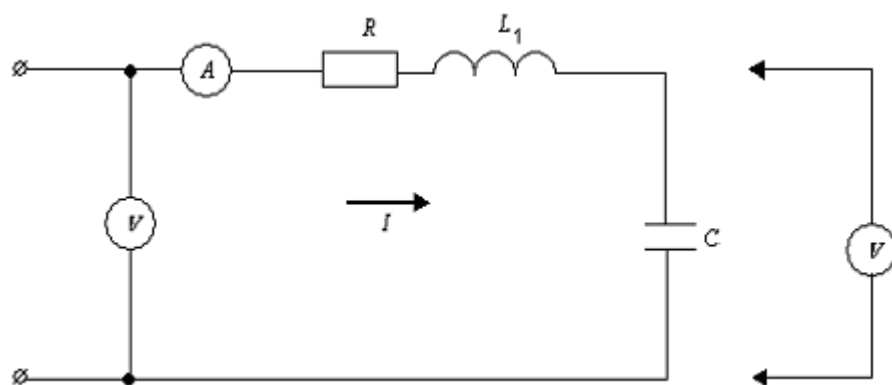

Рисунок 3.1
- 1) Записать закон Ома в комплексной форме и для действующих значений неразветвленной цепи R, L, C (рисунок 3.1).
3.2.1 Собрать цепь по схеме (рисунок 3.1). Установить напряжение на входе в пределах от 5 до 15 В, частоту источника f порядка 1000 Гц. Активное сопротивление $R_1 = 50 \div 200 \text{ Ом}$; индуктивность катушки $L = 10 \div 30 \text{ мГн}$, емкость $C = 1 \div 3 \text{ мкФ}$. Измерить ток и напряжения на всех элементах. Результаты измерений занести в таблицу 3.1.